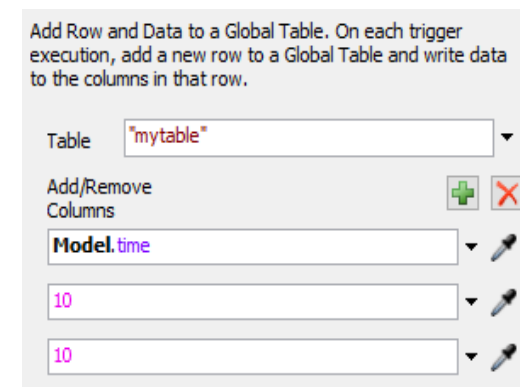

Fig. 11. Option Add Row and Data to Global Table
5. **Add Row and Data to Global Table** – permet d'ajouter une nouvelle ligne à la table globale indiquée dans le champ Table et de remplir les cellules suivantes avec les valeurs appropriées selon la disposition des colonnes définie. La croix verte ajoute des champs correspondant aux colonnes de la table cible, dans lesquels est définie la méthode de saisie des valeurs (fig. 11).